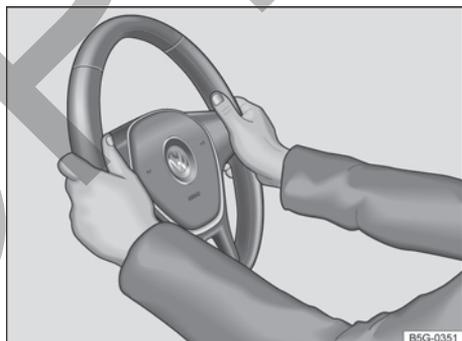

Fig. 62 En el volante: posición 9 y 3 horas.
- Ajustar la posición del volante de forma que pueda sostenerlo lateralmente por el borde exterior en las posiciones equivalentes a las 9:00 y a las 3:00 → fig. 62 con ambas manos y los brazos ligeramente doblados.
- Empuje la palanca ① siempre por su mango con firmeza hacia arriba después del ajuste, para bloquear la posición del volante.
- Durante la conducción, siempre sujete el volante con ambas manos lateralmente en el borde externo en la posición equivalente a las 9:00 y a las 3:00 → fig. 62, para reducir las lesiones provocadas por un disparo del airbag frontal del conductor.